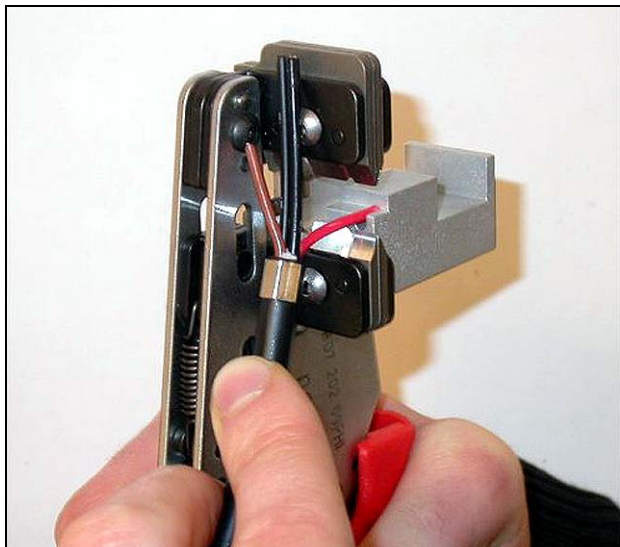

figura 20.11: Spelatura del conduttore in rame
- 9 Spelare la guaina isolante rossa e marrone dei conduttori in rame spingendola fino allo stop meccanico della pinza spelafili (utensile 5, vedere figura 20.11).